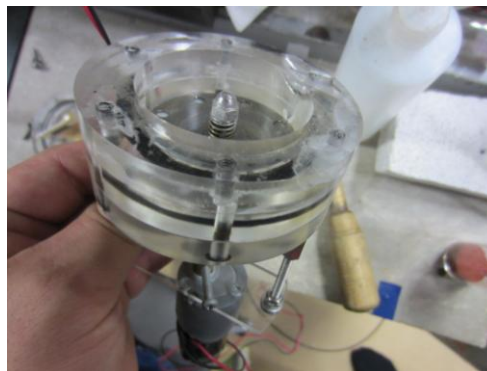

図.8 ディスクフィーダー
- 4、ディスクフィーダー：大型のディスクフィーダーは今回作成した構造とは異なる。このディスクフィーダーは錠剤の自動包装機を参考に設計した。このフィーダーの利点は各部品を試料の特性に合わせ交換できることにある。また、試料を誘導する補助具でディスクの穴に投入する量が一定になり、安定な供給を実現できる。実際に使用している装置の写真が(図.8)になる。1～3迄のフィーダーは反応装置との取り付けは煩雑であったが、ディスクフィーダーは写真のように小型なので、反応装置への取り付けは容易である。